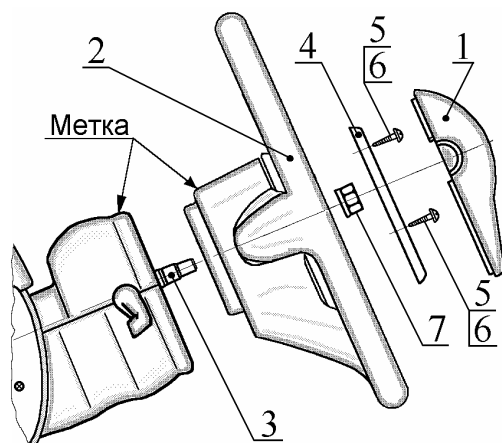

Рис. 21. Снятие рулевого колеса с вала рулевой колонки:
7.1.1. Снять накладку 1 (рис. 21) с рулевого колеса 2